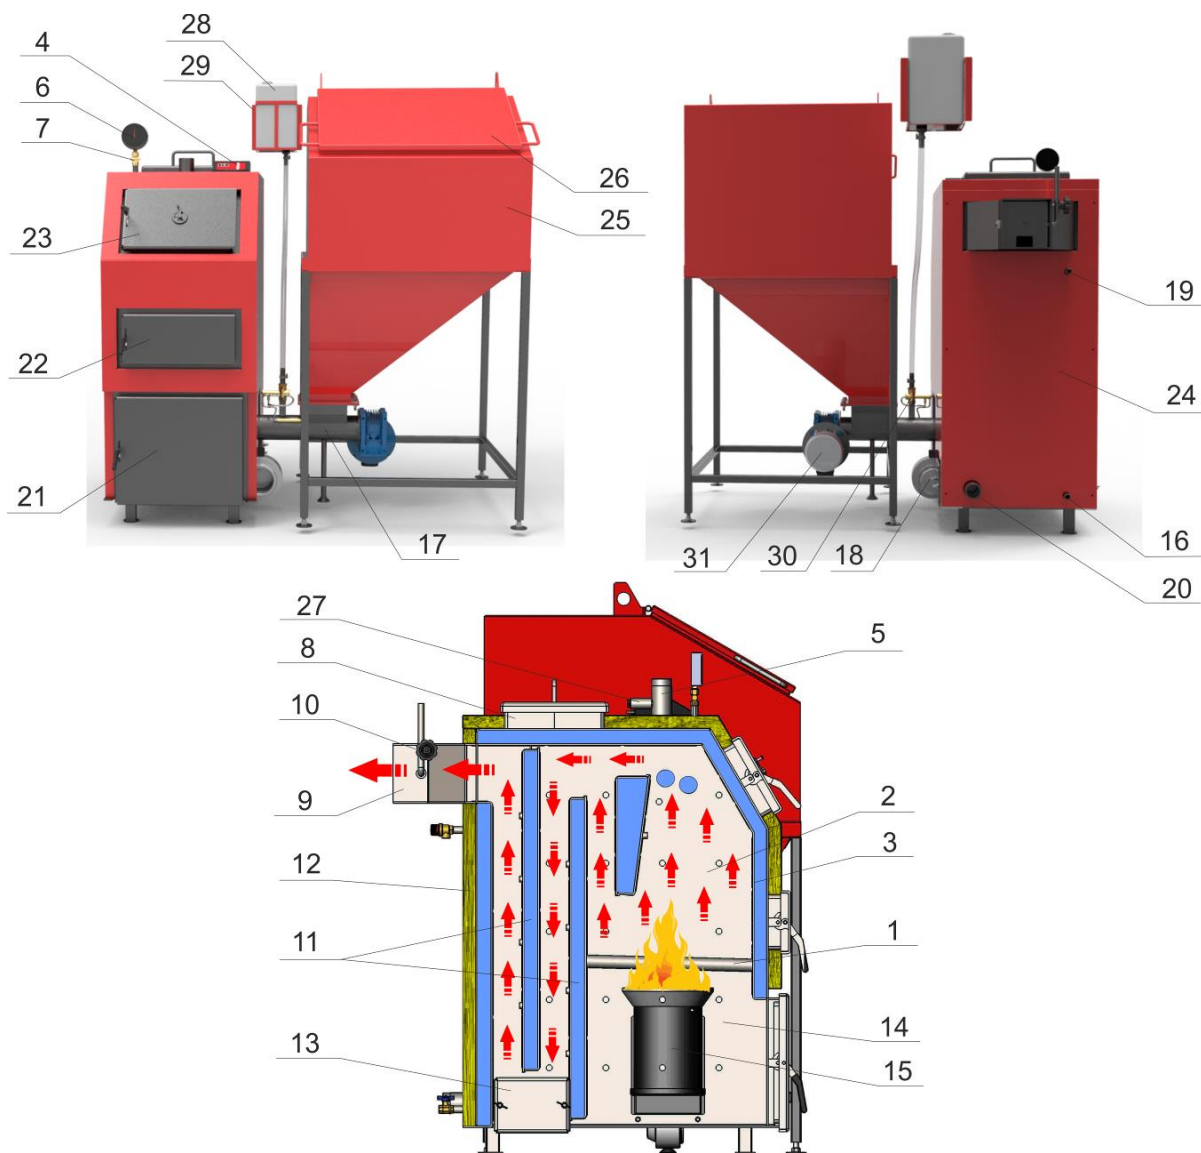

Рис.2 Строение котлов модельного ряда «Петра-4М» (пеллетные) мощностью 25-150кВт
Температурные показатели теплоносителя (воды) снимаются с помощью термодатчика, который устанавливается в медную гильзу - 27 (рис.2), вмонтированную в теплообменник котла сверху котла в зоне патрубка подачи. Также в медную гильзу подключается аварийный термодатчик, который в случае превышения температуры 95°C (90°C - для модификации "Ретра 150-4М") в котле размыкает контакты и прекращает работу вентилятора и подачу топлива в котел (насос циркуляции продолжает работать).
4.3. Система пожаротушения предназначена для предотвращения загорания топлива в шнековом транспортере пеллетной горелки и попаданию пламени в бункер. В комплект системы пожаротушения входит бак для воды – 28 (рис.2), кронштейн для крепления бака – 29 (рис.2), термостатический клапан BVTS – 30 (рис.2), который крепится к шнековому транспортеру и соединяется шлангом с баком для воды. Термостатический клапан с помощью термодатчика снимает температуру на поверхности трубы шнекового транспортера, при достижении температуры в шнеке больше 95°C или появлении пламени, шнек автоматически заливается водой.
4.4. Бункер - выполнен в виде срезанной пирамиды и устанавливается на ровную площадку в котельном зале. Основной составной частью бункера является корпус, изготовленный из листовой стали. Воронка для выхода топлива квадратного (прямоугольного) сечения находится в днище бункера, где предусмотрены установка затвора (шибера) для регулирования или прекращения подачи топлива. К фланцу разгрузочной воронки крепится винтовой транспортер пеллетной горелки с приемочной воронкой. Опорной частью бункера являются стойки с регулировочными планками. Загрузка топлива в бункер осуществляется через загрузочный люк – 26 (рис.2), который уплотняется резиновой лентой.